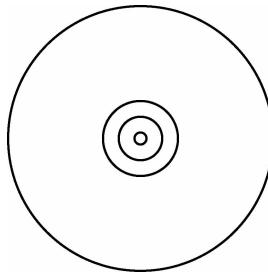

图 3-42 绘制圆(三)
(4)绘制半径为 500 mm 的圆,如图 3-42 所示。